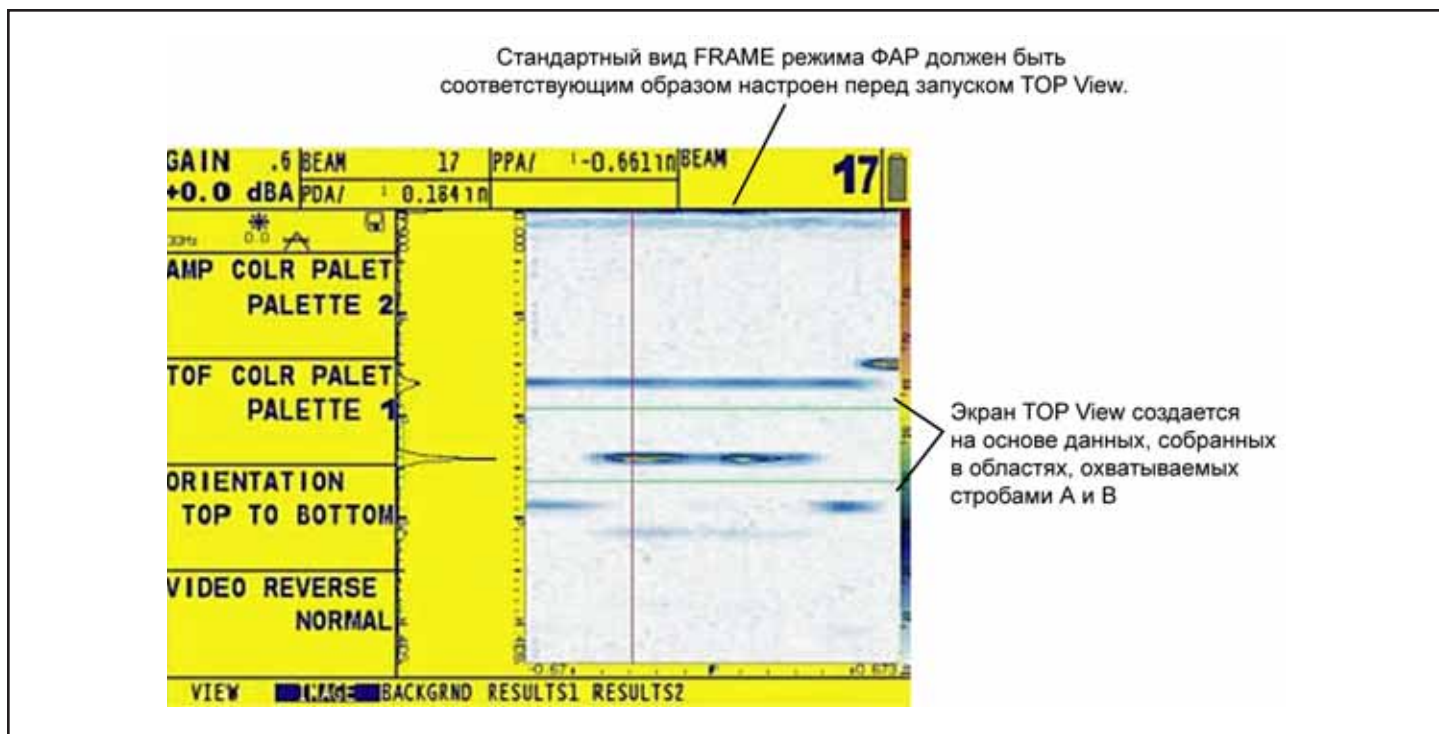

РИСУНОК 8-1—Области, охваченные строками A и B на секторной или линейной развертке являются источниками данных, исходя из которых строится экран TOP View.
*Шаг 3:* Отрегулируйте стартовую позицию и ширину строба А и/или В так, чтобы он захватывал интересующую область в исследуемом материале (Рисунок 8-1). Позиционирование стробов описано в Разделе 2.8.1.